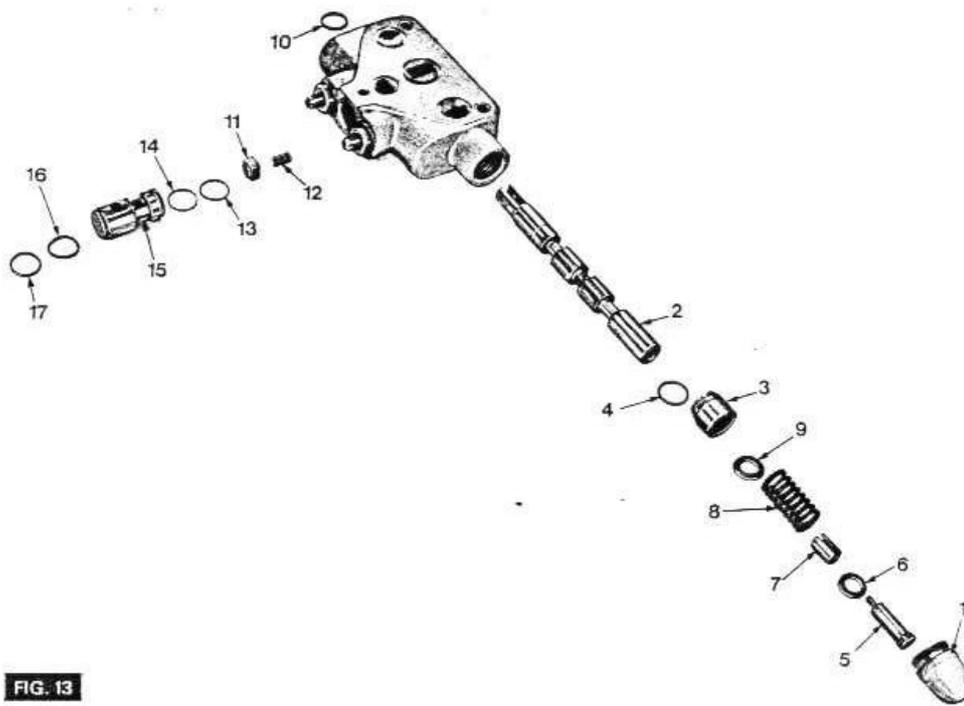

FIG. 13
- 1 - (figure 13) - Déposer le distributeur comme indiqué au chapitre 9E/1.
- 3 - Dévisser le chapeau (1), retirer le tiroir complet avec la douille (3) et le joint (4).
- 4 - Si nécessaire, dévisser la vis (5), retirer la rondelle (6), le guide (7), le ressort (8) et la rondelle (9).
- 5 - Extraire le joint (10) de l'élément.
- 6 - Extraire le corps de clapet anti-retour (15) ; récupérer le clapet (11) et le ressort (12).